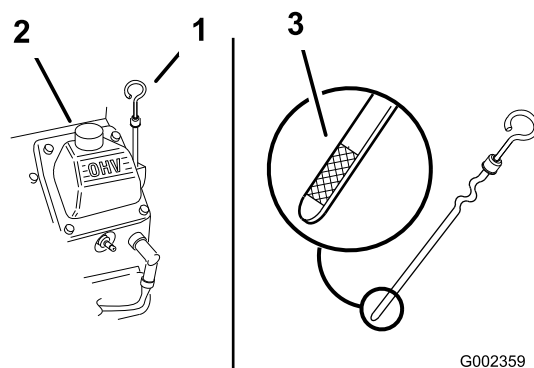

Figura 152
- Pulite l'area intorno al tappo di rifornimento dell'olio e l'asta di livello (Figura 152).